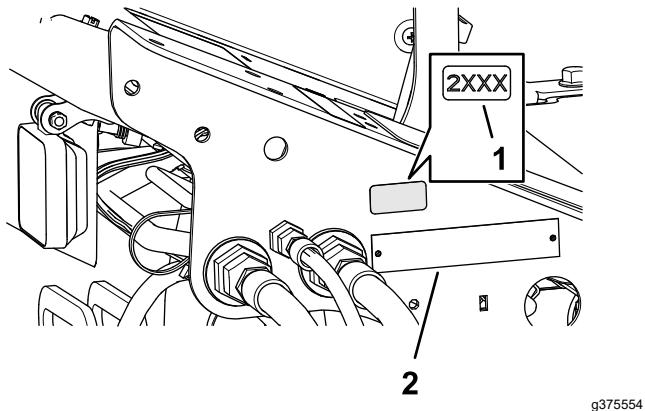

图 33
1. 使用外用酒精和干净的抹布清洁序列号牌旁边的地板支架区域并让支架晾干 图 33。